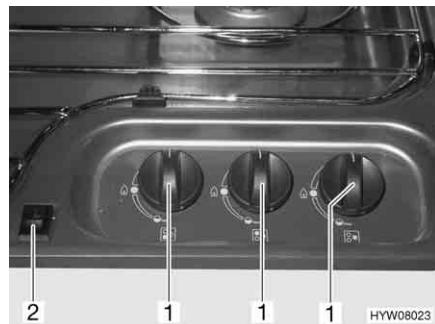

Fig. 143 Elementi di comando (fornello a gas)
- Ruotare il pomello girevole (Fig. 143,1) dell'impianto a fiamma libera desiderato in posizione accesa (fiamma alta).
- Premere l'interruttore a bilico (Fig. 143,2). Sul bruciatore vengono prodotte scintille.